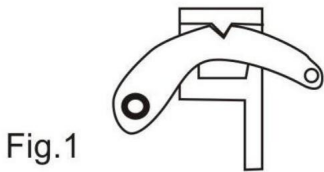

Fig.1
1. Unter Beachtung aller Sicherheitsvorkehrungen den Fuß des Hebers unter die Last stellen. Den Rückwärtshebel (20) in die obere Position heben und sicherstellen, dass er einrastet. Die Vertiefung im Hebel muss fest in der Kerbe des Rückwärtsschalters (18) einrasten (siehe Abb. 1). Die Spitze des Hebers anheben, bis sie an der gewünschten Stelle die Last berührt. In dieser Phase kurz innehalten und prüfen, ob ein sauberes Anheben behindert wird.
2. Ziehen Sie den Griff fest und gleichmäßig nach unten und beobachten Sie, wie die Last steigt. Beim Herunterziehen des Griffs hören Sie, wie der Kletterstift (15) in einer Bohrung in der Stahlstange (3) einrastet. Lassen Sie nun den Griff los, damit der Stift (15) die Last aufnehmen kann. Heben Sie den Griff bis zum Anschlag an, um erneut Halt zu finden, und pumpen Sie den Griff erneut.